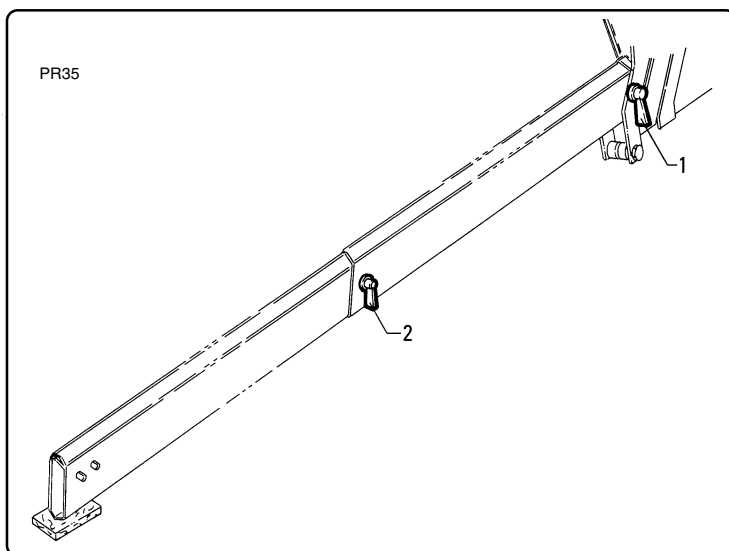

fig. 9.1.19
- 4 - Togliere tutti i perni di bloccaggio delle prolunghie in posizione di lavoro "1" e "2" fig. 9.1.19.
- 4 - Remove all the fixing pins from the extensions in operating positions "1" and "2" (fig. 9.1.19).